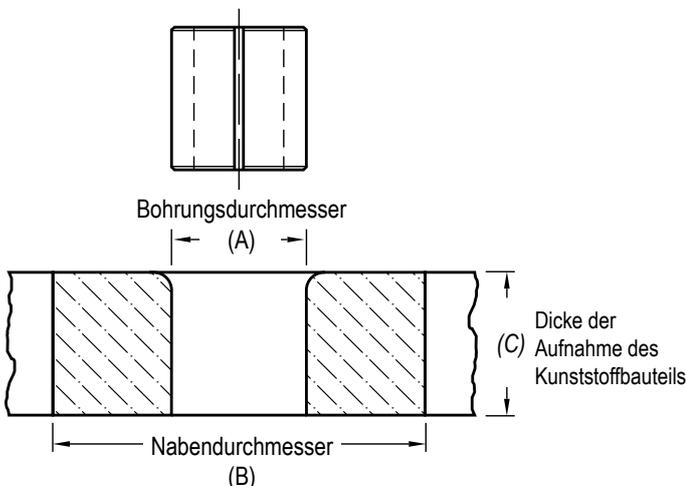

Abbildung 1
Obwohl geschlitzte Compression Limiter an den Stirnseiten eine angefasste Kante haben, sind diese auf ein Minimum beschränkt, um eine maximale Auflagefläche zu erhalten. Aus diesem Grund wird empfohlen, den Rand der Aufnahmebohrung im Kunststoffbauteil mit einem Radius auszuformen, um das Einführen zu erleichtern. Dieser Radius ist bei massiv wandigen Compression Limitern nicht erforderlich, da der Zentrieransatz kleiner ist als die Aufnahmebohrung. Die Aufnahmebohrung sollte konisch sein innerhalb der empfohlenen Bohrungsgröße für die Länge des Compression Limiter. Die Bauteile zur Aufnahme für längsgeschlitzte Compression Limiter müssen mit mehr als 60 % der Dicke des Kunststoffs innerhalb der Bohrungstoleranz liegen und einen Eingriff von mindestens 4 mm haben. Die Bohrungsgröße sollte den empfohlenen Mindestdurchmesser nicht unterschreiten, um zu verhindern, dass sich der Längsschlitz des Compression Limiter beim Einbau vollständig schließt. Die Bauteile zur Aufnahme für massiv wandige Compression Limiter müssen vollständig innerhalb des empfohlenen Bohrungsdurchmessers liegen. (Siehe (A) in Abbildung 1)